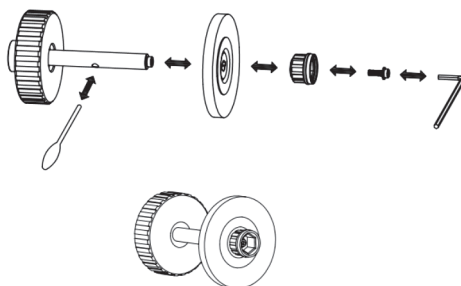

Fig. 6
C. Assemblare e sostituire la spazzola stretta in metallo con la spazzola stretta in plastica. Fare riferimento alla Fig. 6